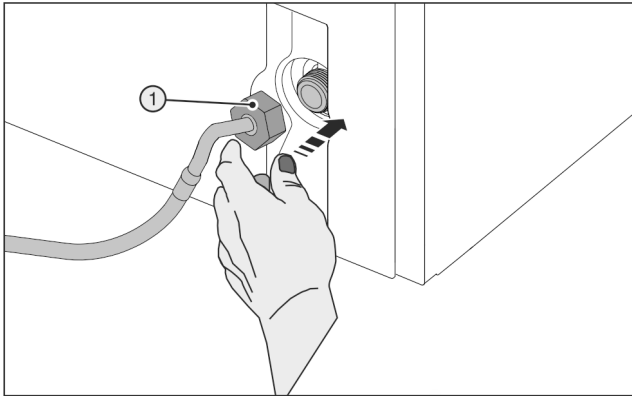

Fig. 24
- ▶ Matici Fig. 24 (1) opatrně nasadte a rovně našroubujte na závit.
- ▶ Nasadte opatrně matici Fig. 24 (1) a dvěma prsty ji rovně našroubujte na závit, až je dosaženo bezpečného a pevného usazení.
- ▶ Používejte pomocné nástroje (5) výhradně při pokojové teplotě.
- ▶ Matici Fig. 24 (1) utahujte pomocným nástrojem (5) ve směru hodinových ručiček, až je dosažen maximální utahovací moment a pomocný nástroj (5) se přetáčí.